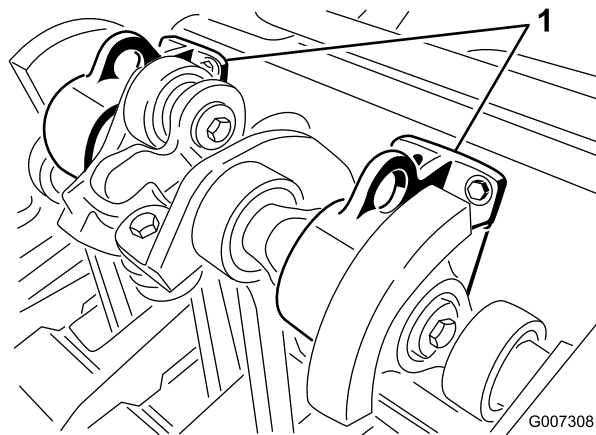

Figure 23
**Remarque:** Si un dispositif de levage est disponible, vous pouvez l'utiliser pour soulever l'arrière de l'aérateur ProCore. Utilisez les œillets des corps de paliers de la tête d'aération comme points de levage (Figure 23)